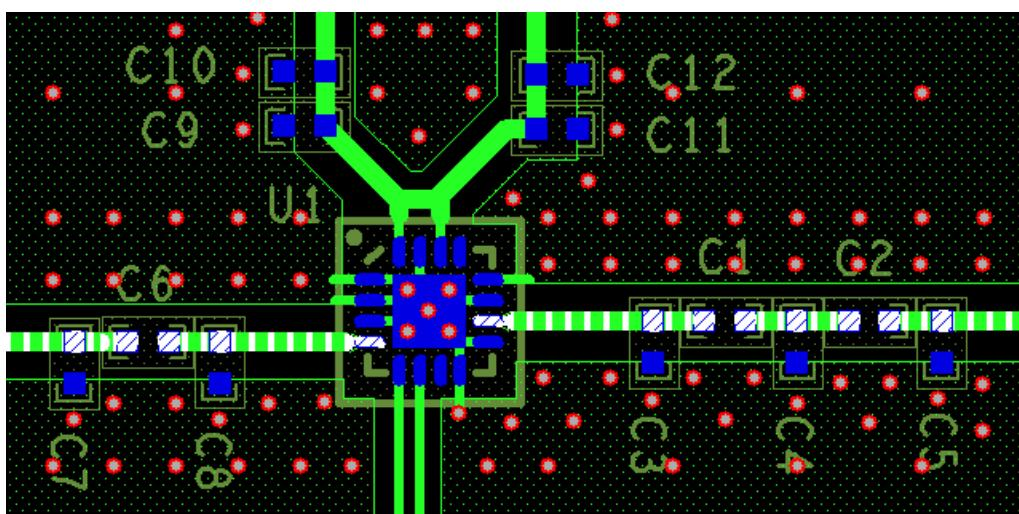

图 3-1
Layout 设计可以参考如下图 3-1，这也是我们 EVB 板的设计方案。
3.4 TRX/ANT 端口为射频端口，这两个端口的走线要求 50 欧姆控制。如果因为成本原因，无法做到阻抗控制的，要求匹配电路是紧挨着 GC1101 输入输出引脚的，不要拉出来走线，就像图 3-1 中 C6/C7/C8 的一样，或者 C1~C5 的一样，是器件贴着器件摆放的。